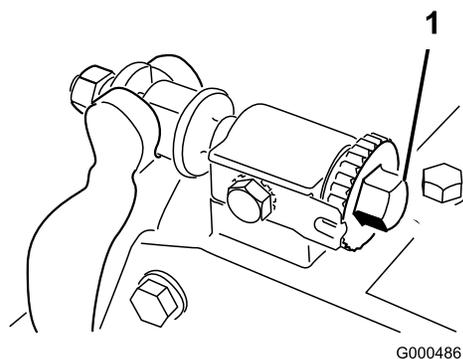
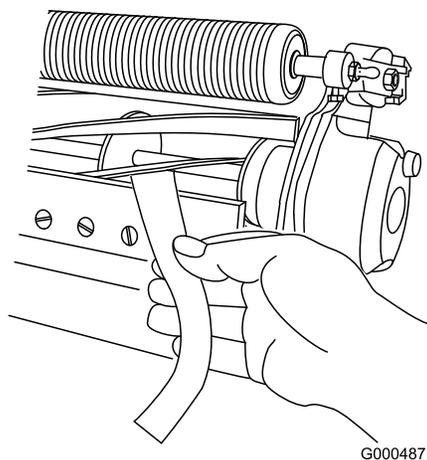

Figure 58
Figure 59
2. Supprimez le contact avec le cylindre en tournant les vis de réglage de la barre d'appui dans le sens anti-horaire (Figure 58).
contre-lame (Figure 59). Tout en tournant lentement le cylindre en avant, tournez la vis de réglage de la barre d'appui dans le sens horaire (du même côté du cylindre) (Figure 58), un cran à la fois, jusqu'à ce que le papier soit pincé légèrement lorsque vous l'introduisez par l'avant, parallèle à la contre-lame. Vous devriez sentir une légère résistance lorsque vous tirez sur le papier.
6. Vérifiez ensuite si le cylindre peut saisir le morceau de papier inséré par l'avant et le couper lorsqu'il est inséré perpendiculairement à la contre-lame (Figure 59). Normalement, le papier doit être coupé avec un minimum de contact entre la contre-lame et les lames du cylindre. Si le cylindre semble frotter de façon excessive il faudra peut-être roder ou affûter les lames pour obtenir les tranchants nécessaires à une tonte de précision (voir le manuel d'affûtage Toro).